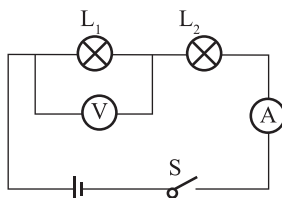

图 1-13 电路图
3. 我们做电学实验时应学会检查和排除电路故障。如图 1-13 所示是研究串联电路电流、电压特点的电路图，当闭合开关时， L_1 亮， L_2 不亮，电流表和电压表均有示数，